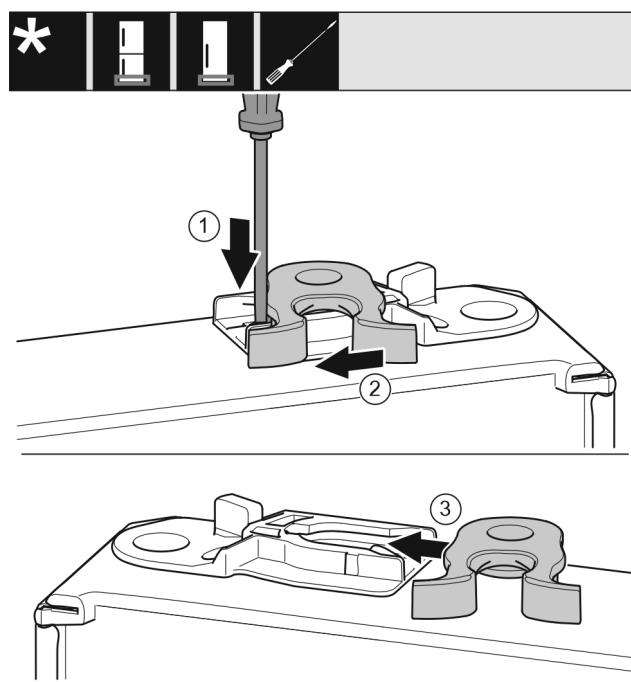

Fig. 40 *
- Plochým šroubovákem přitlačte lamelu Fig. 40 (1) dolů.*
- Vytáhněte petlici Fig. 40 (2) z vedení.*
- Petlici Fig. 40 (3) zasuňte do vedení na druhé straně.*